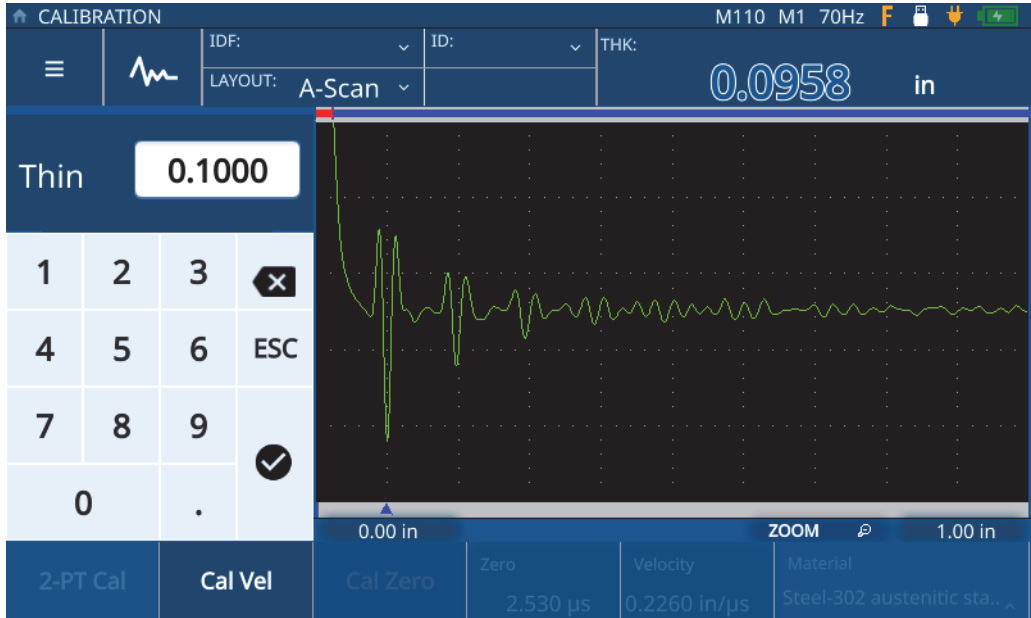

图 5-6 输入样件厚度
5. 点击**Thin**（薄）值，进入到编辑模式，然后输入样件的厚度（参见第47页的图 5-6）。